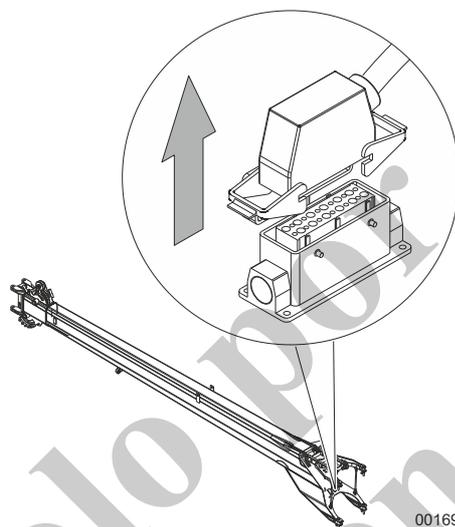

Fig. 195 Cable del interruptor limitador de elevación
- 20 Tire del cable del interruptor limitador de elevación de la pluma de extremo para sacarlo del receptáculo (Fig. 195).